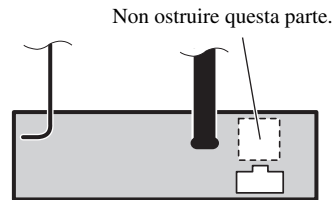

Fig. 5
- I cavi di alimentazione elettrica non devono coprire l'area mostrata nella figura sotto. Questo per non ostacolare l'irradiazione di calore. (Fig. 5)